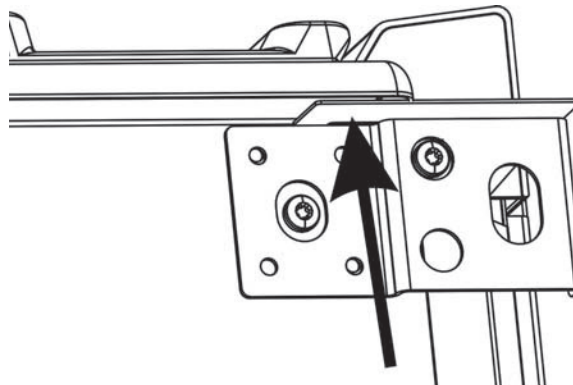

Figure 6: Serrez la vis
- Appuyez vers le haut sur le cache-coin au niveau de la flèche (voir Figure 6 : Serrez la vis) tout en finissant de serrer la vis.